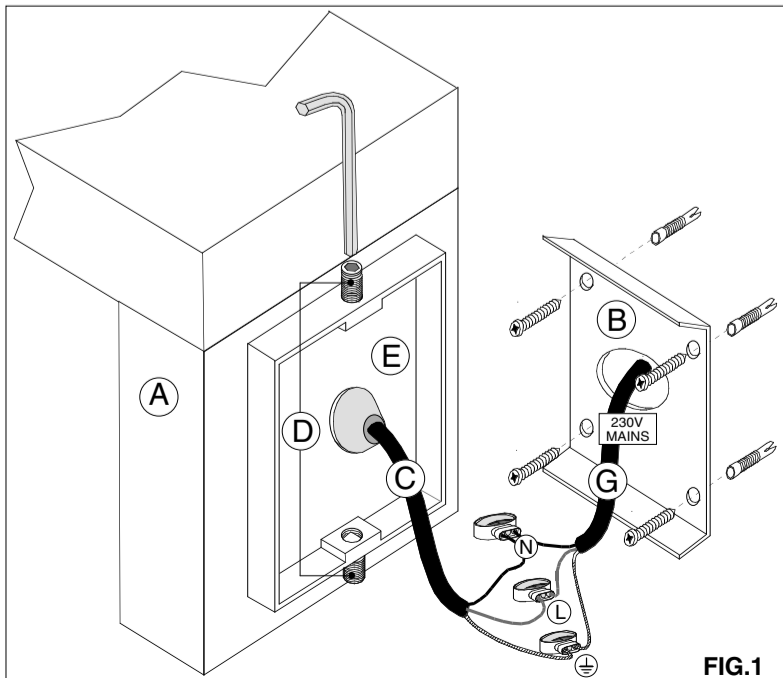

FIG.1
- Vor der Befestigung der Bodenplatte A das Stromkabel zum Anschluss an die Polklemme herausführen. FIG.1
- Die Polplatte A mit geeigneten Schrauben und Dübeln (nicht im Lieferumfang enthalten) am Boden befestigen. FIG.1
- Allentare i 2 grani D e togliere la piastra B dal corpo A. FIG.1
- Far passare il cavo di rete G dall'asola della piastra B. FIG.1
- Fissare a parete la piastra B con viti e tasselli adeguati (non in dotazione) FIG.1
- Posizionare correttamente le parti cablate nel vano E, riposizionare il corpo A sulla piastra B e fissare l'apparecchio mediante i grani D. FIG.1
- Loosen the 2 grub screws D and remove plate B from body A. FIG.1
- Connect the mains cable G through the slot of plate B. FIG.1
- Fasten plate B to the wall with appropriate screws and dowels (not supplied) FIG.1
- Correctly position the wired parts in compartment E, reposition body A on plate B, and secure the appliance by means of the dowels D. FIG.1
- Desserrer les 2 vis sans tête D et retirer la plaque B du corps A. FIG.1
- Faire passer le câble secteur G par la fente de la plaque B. FIG.1
- Fixer la plaque B au mur avec des vis et chevilles appropriées (non fournies) FIG.1
- Positionner correctement les parties câblées dans le compartiment E, repositionner le corps A sur la plaque B et fixer l'appareil à l'aide des chevilles D. FIG.1
- Lösen Sie die 2 Madenschrauben D und entfernen Sie die Platte B vom Gehäuse A. FIG.1
- Das Netzkabel G durch den Schlitz der Platte B führen. FIG.1
- Die Platte B mit geeigneten Schrauben und Dübeln (nicht im Lieferumfang enthalten) an der Wand befestigen. FIG.1
- Die verdrahteten Teile in das Fach E legen, das Gehäuse A wieder auf die Platte B setzen und das Gerät mit den Dübeln D befestigen. FIG.1